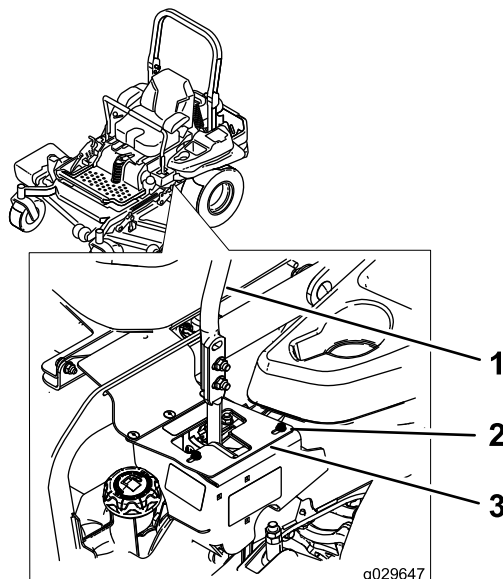

Figura 65
- Si se desvía hacia la derecha, afloje los pernos y ajuste la chapa del tope izquierdo hacia atrás en la ranura en T de la izquierda hasta que la máquina avance en línea recta (Figura 65).
- Si se desvía hacia la izquierda, afloje los pernos y ajuste la chapa del tope derecho hacia atrás en la ranura en T de la derecha hasta que la máquina avance en línea recta (Figura 65).
6. Apriete la chapa del tope (Figura 65).